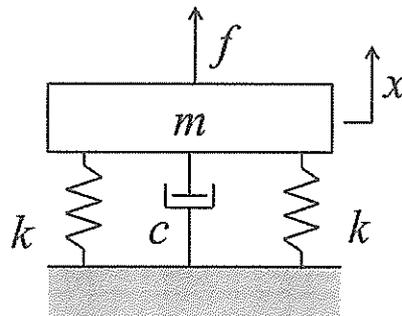

図4-1
[4] 機械から基礎に伝達される力を低減するために、図4-1に示すように、機械を並列に配置されたダッシュポットと二つのばねによって支持している。機械には、一定振幅 F 、円振動数 ω の正弦波外力 f が上下方向に作用する。ここで、機械の質量を m 、ばね定数を k 、減衰係数を c とし、機械の上下方向の平衡点からの変位を x とするとき、以下の問いに答えなさい。
- (1) 図4-1の系の運動方程式を求めなさい。
- (2) 図4-1の系の固有円振動数 ω_n および減衰比 ζ を求めなさい。
- (3) ばねとダッシュポットを通して基礎へ伝達される力の振幅を F_T とするとき、正弦波外力に対する伝達力の振幅比 F_T/F を m, c, k, ω の中から必要なものを用いて表しなさい。
- (4) 正弦波外力の円振動数 ω が機械の固有円振動数 ω_n に一致するときの振幅比 F_T/F を m, c, k, ω の中から必要なものを用いて表しなさい。
- (5) 振幅比 F_T/F が 1 となる正弦波外力の円振動数 ω を m, c, k の中から必要なものを用いて表しなさい。